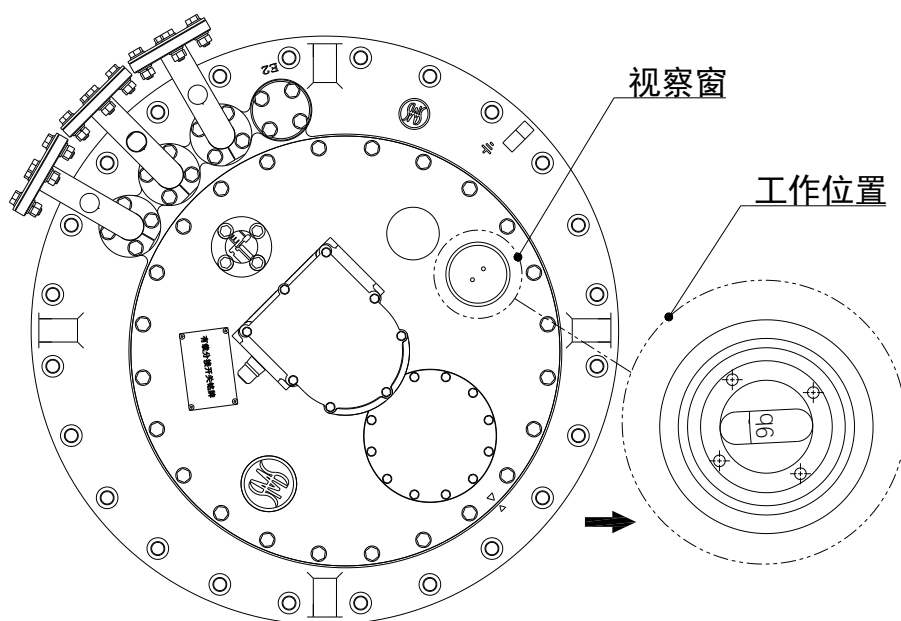

图 6-3 分接开关观察窗位置
4. 操作过程中应随时通过顶盖上的观察孔来察看到达的各个档位位置 (见图 6-3) 以免超越分接开关的终端位置。